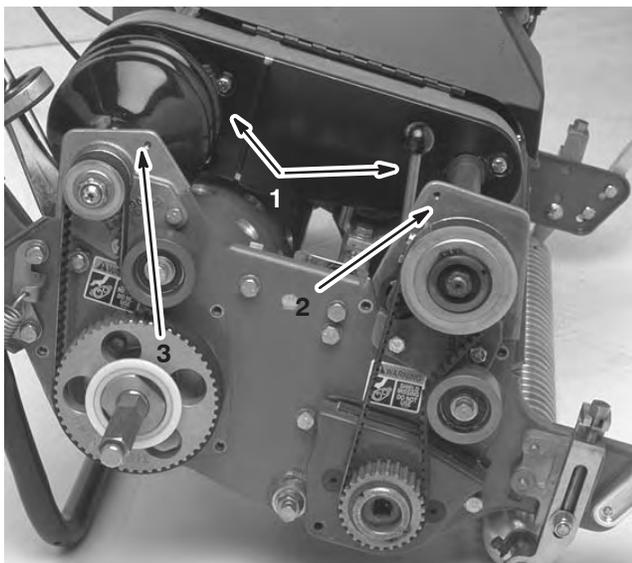

Figure 41
- Retirez les vis de fixation des parties avant et arrière du couvercle du différentiel sur le boîtier du différentiel et enlevez les sections pour exposer la courroie (Fig. 41).
- Retirez les 2 vis et contre-écrous de fixation du carter d'embrayage avant à la plaque latérale (Fig. 41).
- Retirez les 2 vis et contre-écrous de fixation du logement de roulement arrière droit à la plaque latérale (Fig. 41).